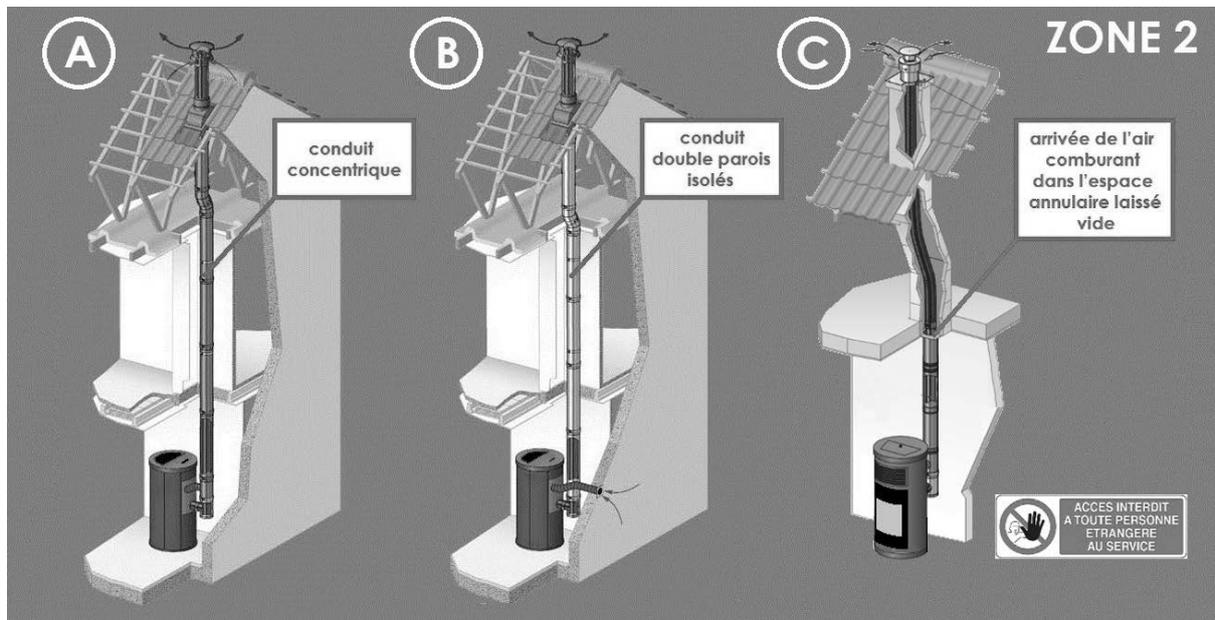

Fig. 11 - Schéma de principe des 3 types de système concentrique avec terminal vertical (ZONE 2)
Voir également le schéma des positions des terminaux sur, voir Fig. 11.
ATTENTION : exception sur le prélèvement d'air comburant de l'espace interstitiel du conduit concentrique (C). CADEL et FREEPOINT n'autorisent pas que l'on prélève de l'air comburant de l'espace annulaire laissé vide dans le cas d'un tubage de conduit maçonné comme suggéré dans le schéma dans Fig. 11, cas (C).